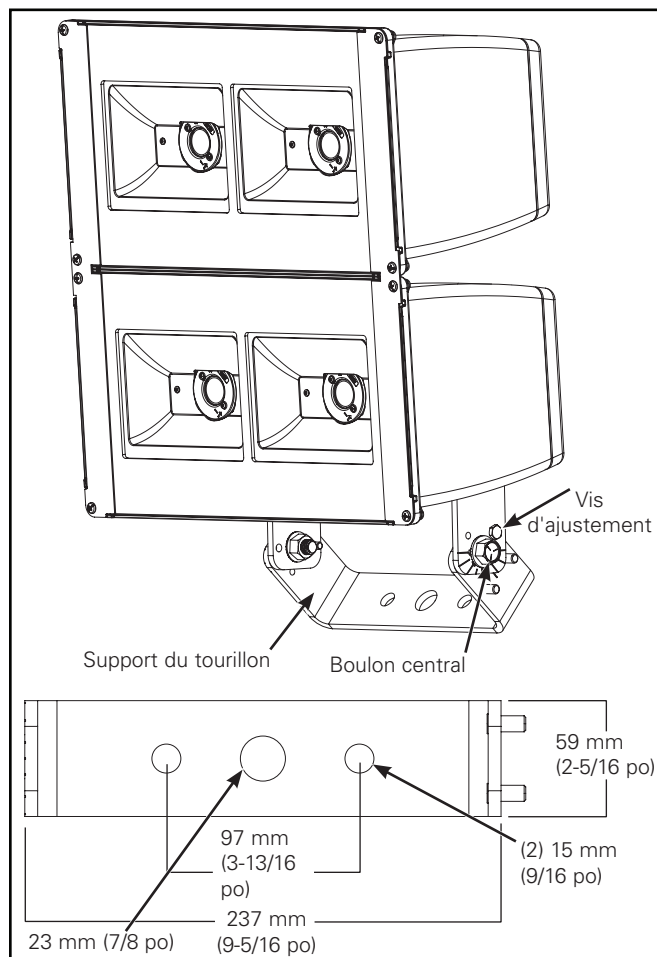

Figure 1
### Montage à tourillon (Figure 1).
2. Desserrez mais ne retirez pas (2) boulons centraux et (1) vis d'ajustement. (Figure 1).